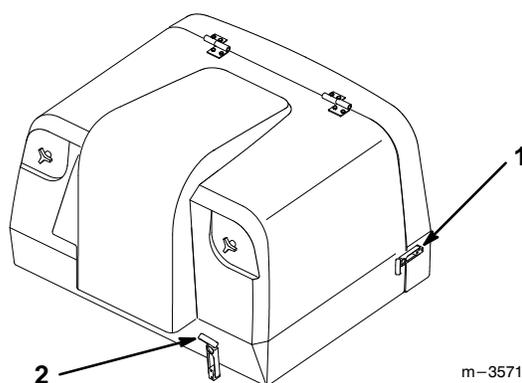

Abbildung 18
1. Zur Einstellung Splint und Bolzen aus dem Mäher-Hängebock entfernen (Abb. 18).
2. Das Loch im Mäher-Hängebock wählen, das der gewünschten Schnitthöhe entspricht. An den Griffen an der Seite und vorne hochheben, um die Löcher auszurichten, und den Bolzen einsetzen (Abb. 18).
3. Den Bolzen mit dem Splint sichern (Abb. 18).
- Die Türverriegelungen hinten an den Seiten und die Graskorbverriegelung vorne links am Graskorb lösen (Abb. 18).
- Den Graskorb vorne unten anheben und die Grasreste herauskippen (Abb. 18).
- Den Graskorb herunterlassen und die Türverriegelungen hinten an den Seiten und die Graskorbverriegelung vorne links am Graskorb schließen (Abb. 18).